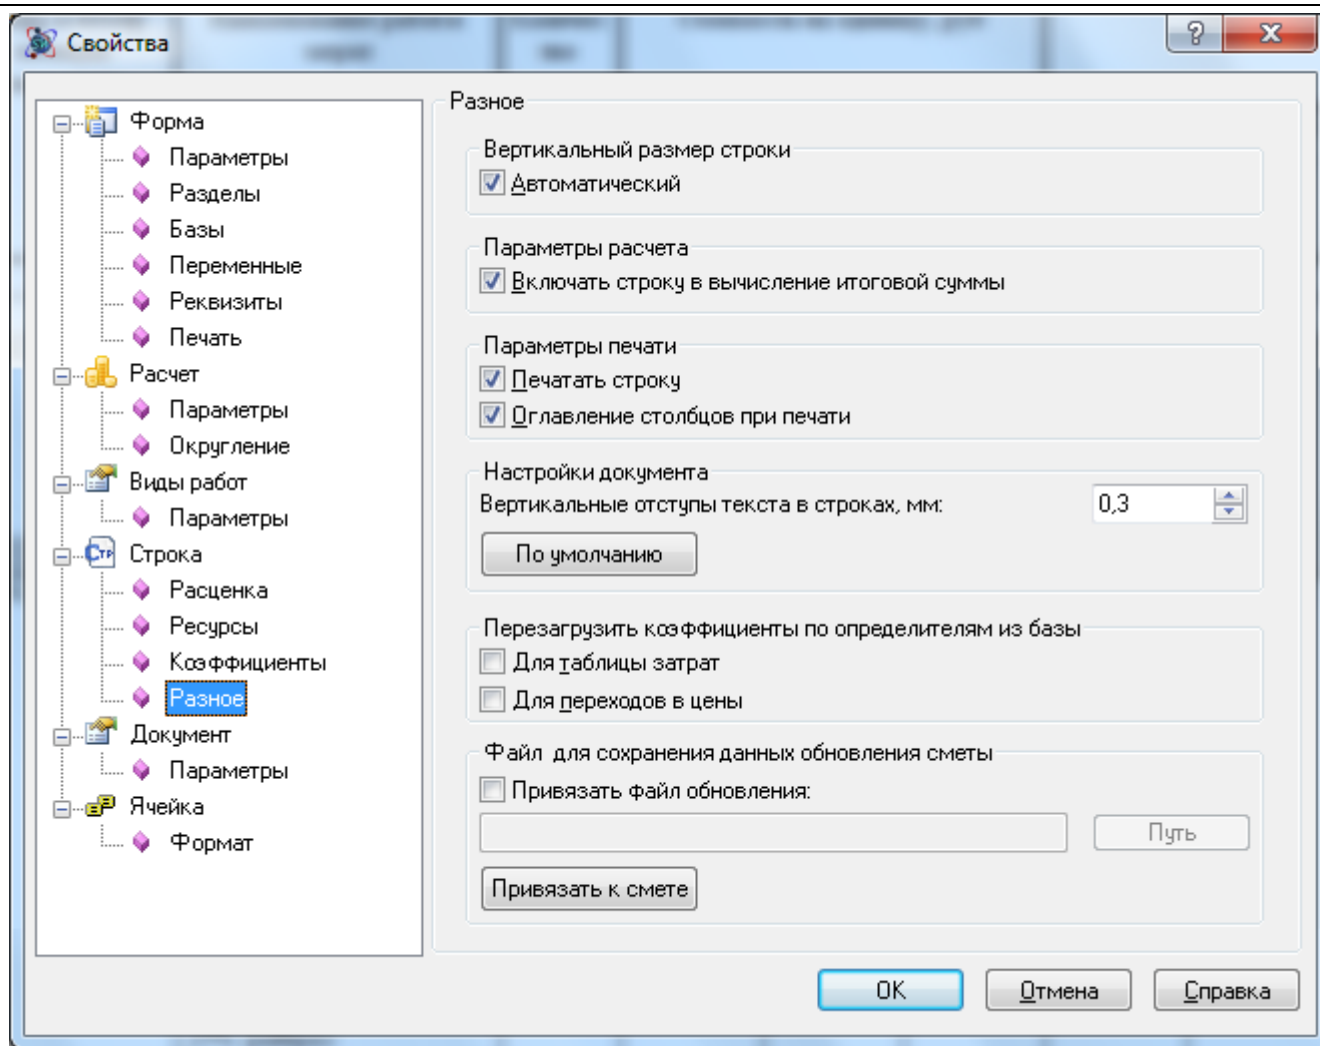

Рис. 5.3 Диалоговое окно Свойства, раздел Строка/Разное
- в разделе Строка/Разное (рис. 5.3) можно выбрать способ определения вертикального размера ячеек строки (по умолчанию установлен флаг Автоматический, при котором высота строки определяется автоматически согласно высоте символов строки). При снятом флаге Автоматический высота строки может быть изменена в соответствии с требованиями пользователя. На данной вкладке также можно выбрать размер вертикальных отступов текста в строках.